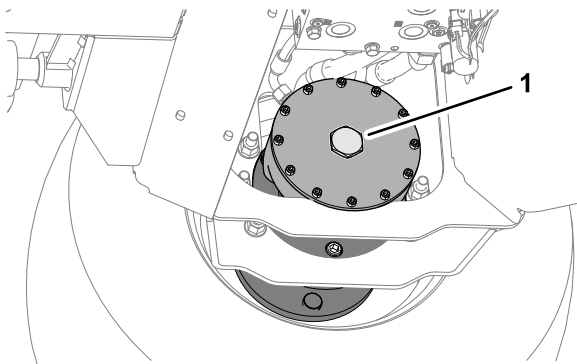

Figura 46
- Instale o tampão hexagonal na placa da extremidade do motor (Figura 46).